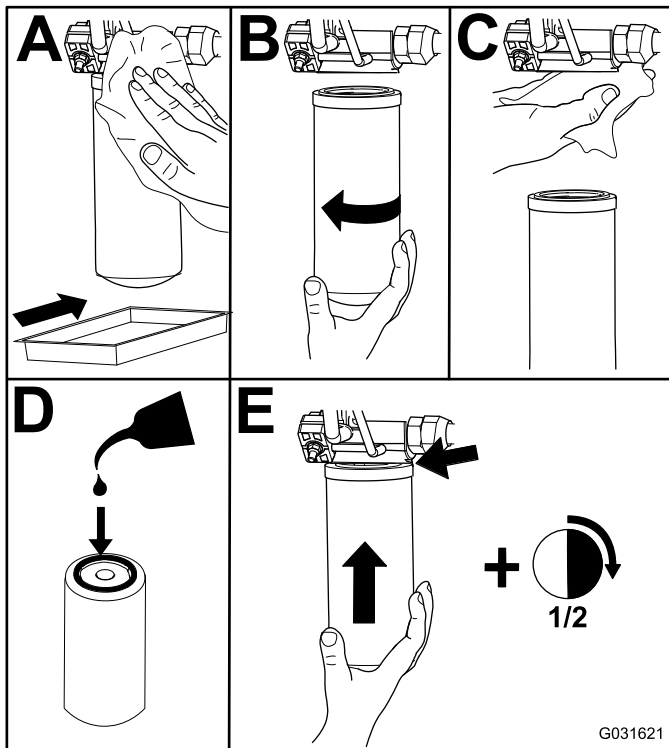

Bild 74
2. Tauschen Sie die Hydraulikfilter aus (Bild 74).